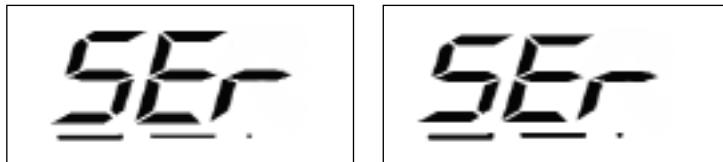

图 F9.1 服务模式可用
- 2) 按动按键 [F+P3] 机器进入服务模式，屏幕显示 SerSer 信息，如图 F9.1 所示。
- 3) 退出服务模式前必须先退出所有菜单和测试程序直至返回到如图 F9.1 所示的显示界面；